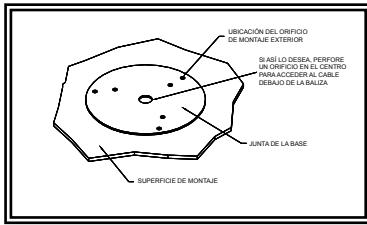

Figura 1
1. Usando la junta de la base como plantilla, marque las ubicaciones de los tres orificios de montaje (vea la figura 1).
3. Se puede perforar un cuarto orificio para el acceso del cable según se muestra en la figura 1, o bien, lo cables pueden pasar por la ranura de la base para acceso externo.